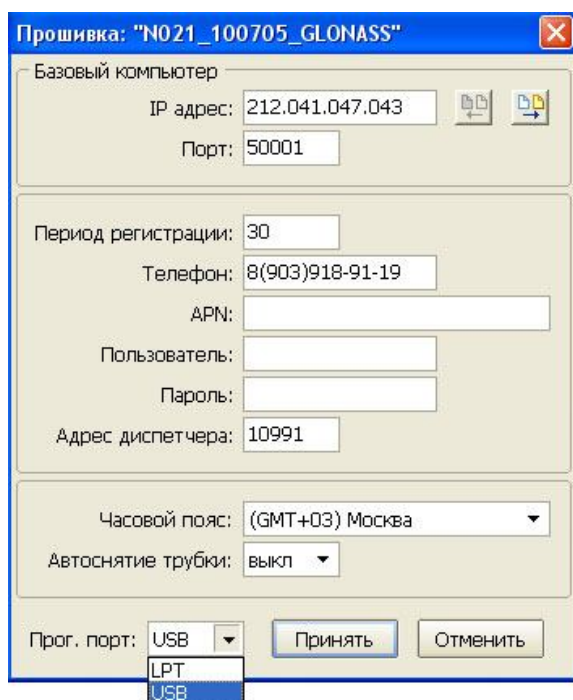

Рисунок 2
«Программировать» - перед началом программирования открывает окно, рисунок 2, для ввода настроек.
3.4.3.5 Окно настройки параметров изделия, рисунок 2, содержит несколько параметров:
3.5.7 После ввода параметров нажимаем кнопку «Принять», рисунок 2, расположенную в окне программы.